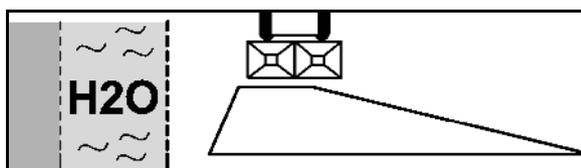

Fig. 48
2. Dispersión en zanja según la normativa de abonado (Fig. 48):